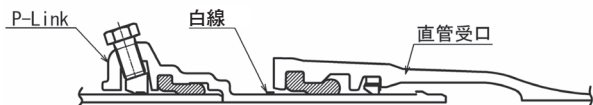

図60 直管受口との接合
- (1) 「管の清掃」から「挿し口の挿入」までは直管の接合要領と同じである。ただし、挿入量はP-Link外面に表示してある白線の幅の中に直管受口端面を合わせる(図60参照)。また、ライナを装着した直管受口への接合はIV 2.「直管受口にライナを使用する場合」(P33～38)を参照すること。
- (2) 「ゴム輪の位置確認」から「チェックシートの記入」は直管の接合要領と同じである。